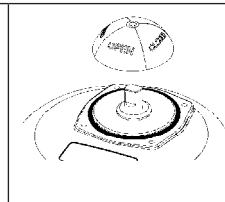

Bild 8: Stellungs-
- Stellungskriegen entfernen (siehe „Bild 8“)